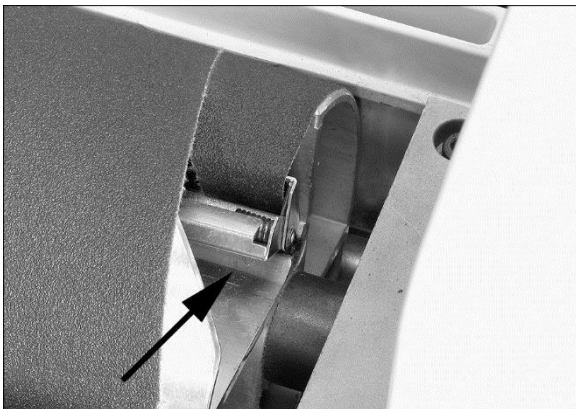

Figure 6-9
4. Pressez le releveur interne (Figure 6-9) et insérez l'extrémité arrière de la bande aussi loin que possible. Si nécessaire, taillez l'extrémité effilée de la bande abrasive.